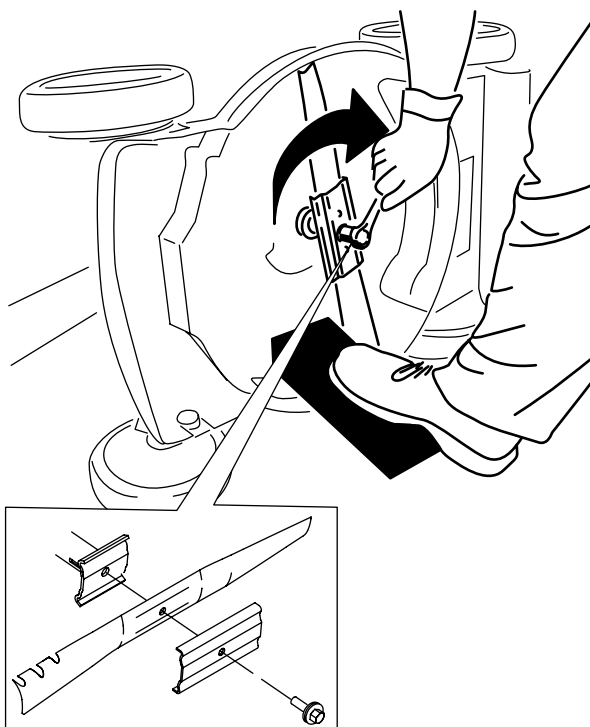

図 50
5. 新しいブレードを取り付ける。外したボルト類を使用する 図 50。